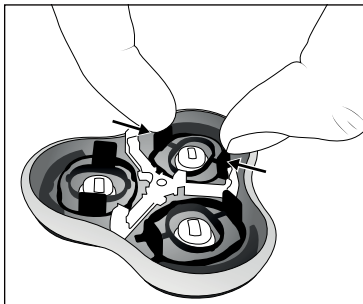

Fig. 3
- 2) Appuyez respectivement sur les deux languettes dépassant et sortez les supports noirs des têtes de rasage des crans d'arrêt (voir fig. 3). Vous pouvez maintenant retirer les têtes de rasage et les lames.